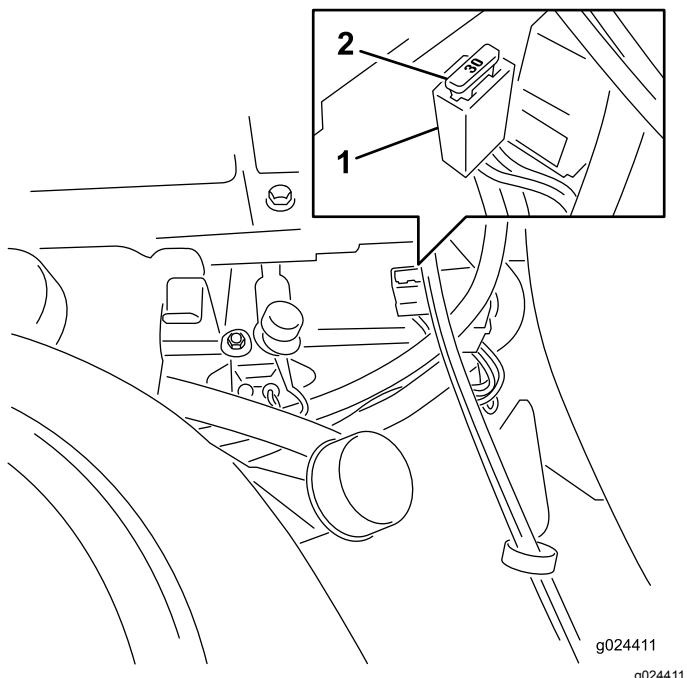

Figure 46
**Remarque:** Les fusibles sont situés sur la console droite, près du siège (Figure 46).
- Pour remplacer le fusible principal, tirez-le en ligne droite hors du porte-fusibles (Figure 46).
- Placez un fusible devant la fente du porte-fusibles (Figure 46).
- Poussez le fusible dans le porte-fusibles jusqu'à ce qu'il soit complètement engagé (Figure 46).